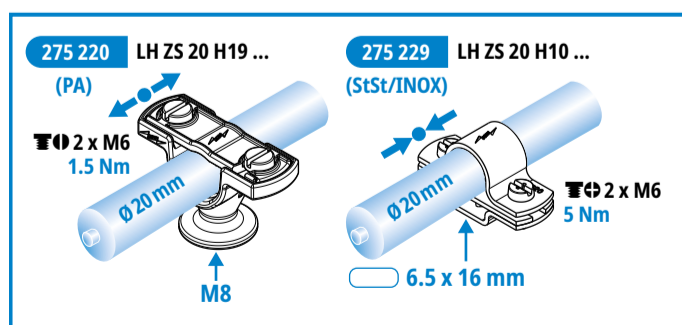

Fig. 3 用于安装时与建筑墙体保持距离
- ➔ **with clearance** between the conductor and wall (Fig. 3)
Fig. 3 für Montage MIT Abstand zur Gebäudewand
与建筑墙体保持距离(图 3):